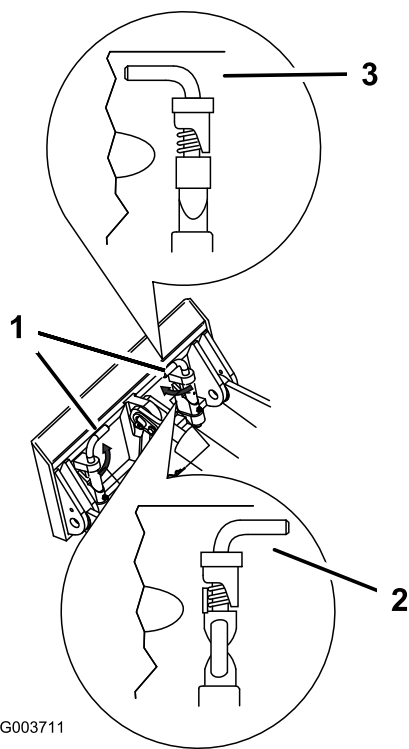

图 5
7. 接合快速连接销确保它们在安装板内完全到位 **图 5**。